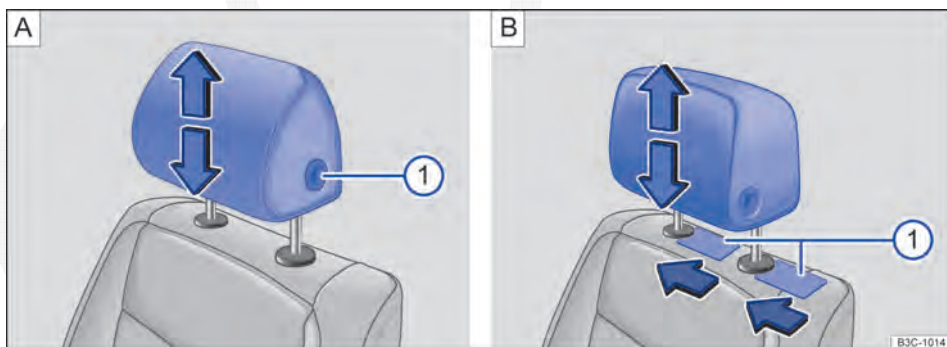

Fig. 64 Remover o apoio para cabeça dianteiro: em veículos sem [A] e com [B] apoios para cabeça ajustáveis na longitudinal.
- Retirar o apoio para cabeça com o botão → Fig. 64 **A** ① totalmente pressionado.
- Empurrar o apoio para cabeça para baixo com o botão → Fig. 64 **A** ① totalmente pressionado.
- Empurrar um objeto plano, por exemplo, um cartão de plástico, respectivamente nos dois lados entre o revestimento do encosto do banco e a capa de cobertura da barra guia do apoio para cabeça e, ao mesmo tempo, com uma leve pressão, destravar as barras retentoras → Fig. 64 **B** ①.